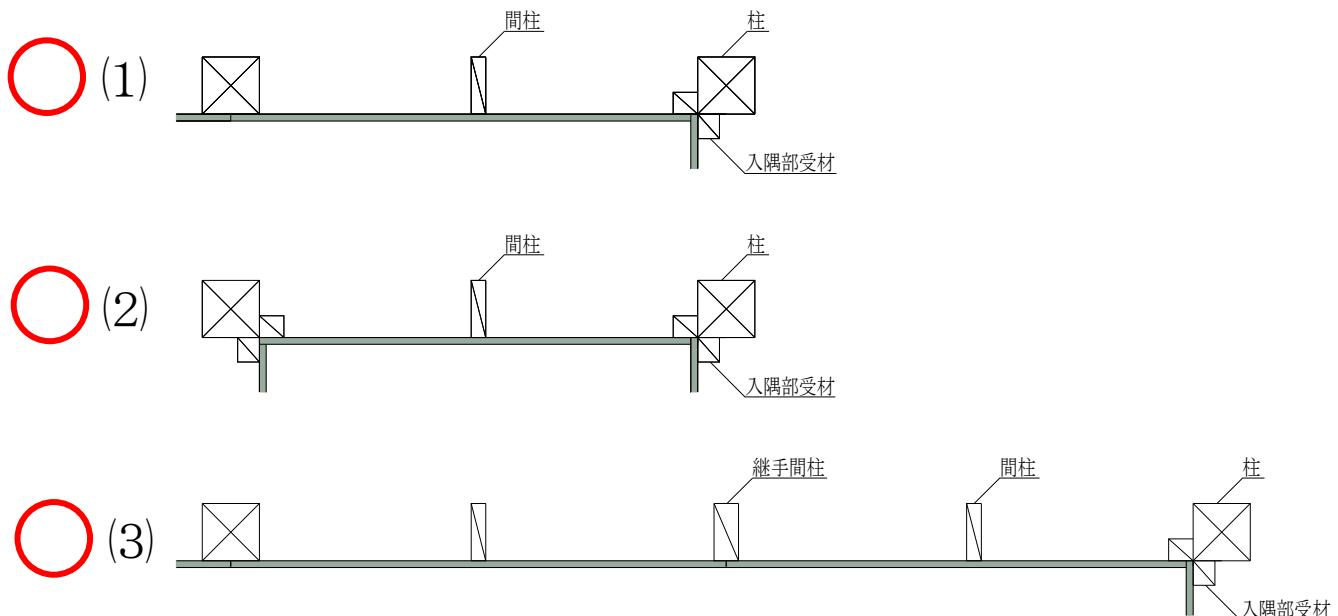

図 12 入隅部の納まり図①
- ・1 つの耐力壁について、(1)片側に入隅部がある場合、(2)両側に入隅部がある場合のいずれも耐力壁（2.6 倍）とできます（図 12）。尚、入隅部面材の勝ち負けおよび 1P・2P は問いません（例：(3)）。